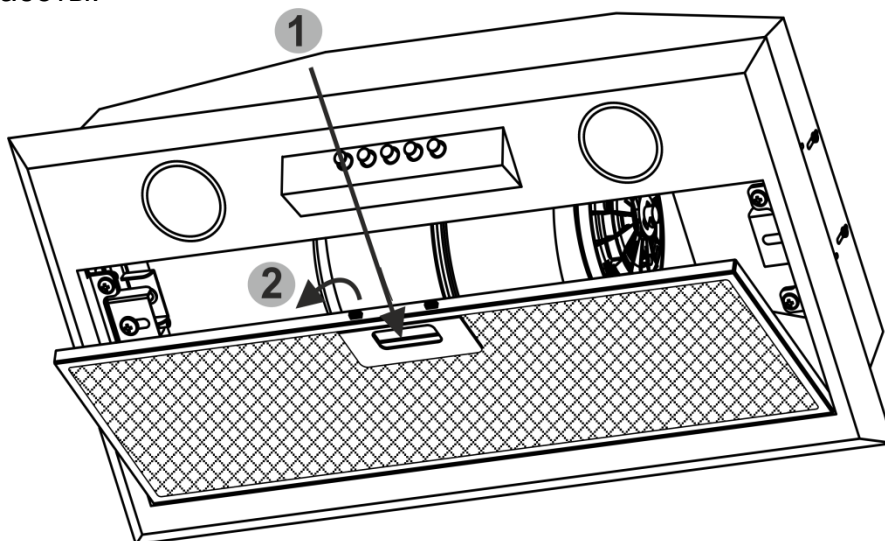

Рис. 5
7.9 Для снятия алюминиевого фильтра (рис. 5) необходимо нажать на пружинную задвижку 1 и, потянув вниз 2, снять фильтр с панели. Установку фильтра выполнить в обратном порядке. Не устанавливайте фильтр после мойки до его полного высыхания.